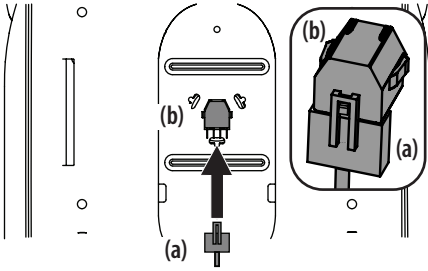

Figura 5
3. Si es necesario, conecte el arnés de cables del interruptor del asiento (a) al interruptor del asiento (b). Consulte la Figura 5. Sujete el cable sobrante alejado de los puntos de apriete antes de continuar.